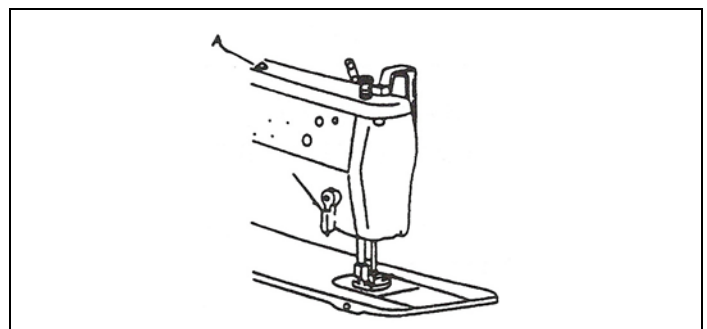

Fig. 2.
2. Ligue a máquina após colocar o óleo, se o óleo espirrar no visor A (fig. 2) é sinal de a lubrificação está correta.